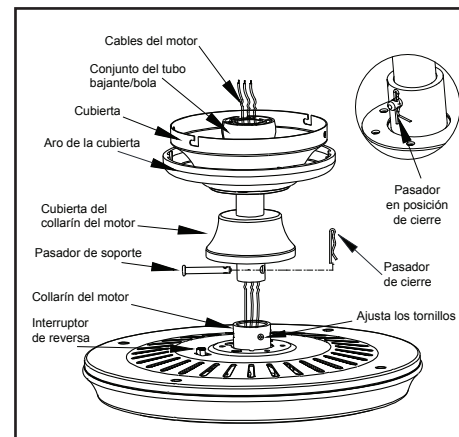

Figura 7
4. Inserta los cables que salen por la parte superior del motor del ventilador, a través de la cubierta decorativa del collarín del motor y enseguida por el aro de la cubierta. Asegúrate de que las ranuras queden en la parte superior. Inserta los cables a través de la cubierta y enseguida a través del conjunto del tubo bajante y bola. (Figura 7)
tubo bajante con los aquellos del collarín en la parte superior de la carcasa de motor (Figura 7) Inserta con cuidado el pasador de soporte a través de los orificios del collarín y del tubo bajante. Ten cuidado de no apretar contra el cableado dentro del tubo bajante. Inserta el pasador de cierre en el orificio cercano al extremo del perno hasta que encaje en su posición, como se muestra en el círculo de la Figura 7.
Este ventilador se envía desde la fábrica con el interruptor de reversa en posición de hacer circular el aire hacia abajo. Si deseas encauzar el flujo de aire en sentido contrario, apaga el ventilador y espera a que las aspas se detengan; enseguida desliza el interruptor de reversa (ubicado en la caja de interruptores, consulta la Figura 7 de la página 4) hacia la dirección opuesta y a continuación vuelve a encender el ventilador. Las aspas del ventilador girarán en sentido contrario e invertirán la corriente de aire.